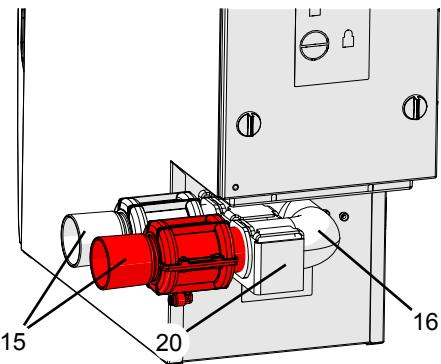

Fig. 3
L'apertura e la chiusura dei canali di aspirazione avviene tramite valvole pneumatiche a manicotto (15, Fig. 3). Queste richiedono l'aria compressa. Sull'apparecchio, il tubo per l'aria compressa è montato fisso.
- ⇒ Estrarre le valvole a manicotto (15, Fig. 3) dal collettore di aspirazione (16, Fig. 3).
- ⇒ Svitare la vite zigrinata (19).
- ⇒ Staccare il collettore di aspirazione con il supporto (20) dalle viti di fissaggio ruotandolo e toglierlo verso il retro dal bocchettone dell'aspiratore (A).
- ⇒ Estrarre il collettore di aspirazione dal supporto (B), girarlo (C) e reinserirlo nel supporto nella nuova posizione (D).
- ⇒ Montare il collettore di aspirazione sul bocchettone dell'aspiratore e agganciare (E) il supporto nelle viti di fissaggio (26).
- ⇒ Fissare il supporto con la vite zigrinata (19).